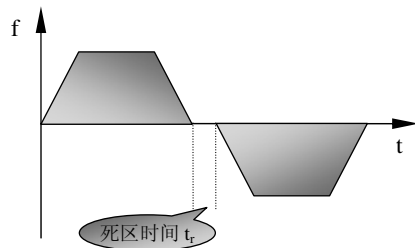

图 5-1 正反转切换时间
- 该参数是指变频器由正转运行过渡到反转运行的过程中, 在输出 0Hz 时所需的过渡时间 (如图 5-1 所示)。设置该功能可减缓方向切换过程中的电流冲击。